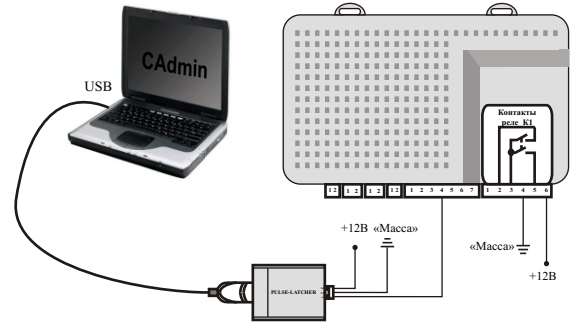

Рис. 8. «GN7C» подключен к компьютеру с помощью PULSE-LATCHER.
- подключите систему тревожной сигнализации к ПК с помощью прибора PULSE-LATCHER как показано на рис. 8;